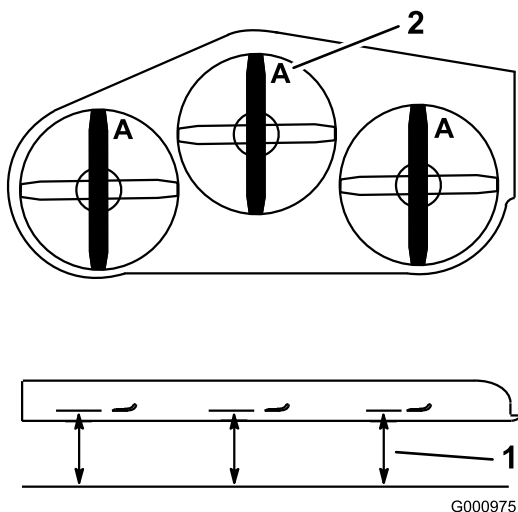

Figure 78
4. Mesurez la distance entre la surface plane et le tranchant (position **A**) des lames (Figure 78).